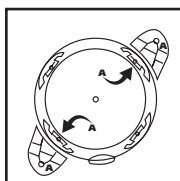

FIGURA 3
2. Con el drenaje del tanque enfrentándole, tome las bases de la ruedita marcadas con la letra **A** y colóquelas en las ranuras en las partes frontal y posterior del tanque también marcadas con la letra **A**. **FIGURA 3.**